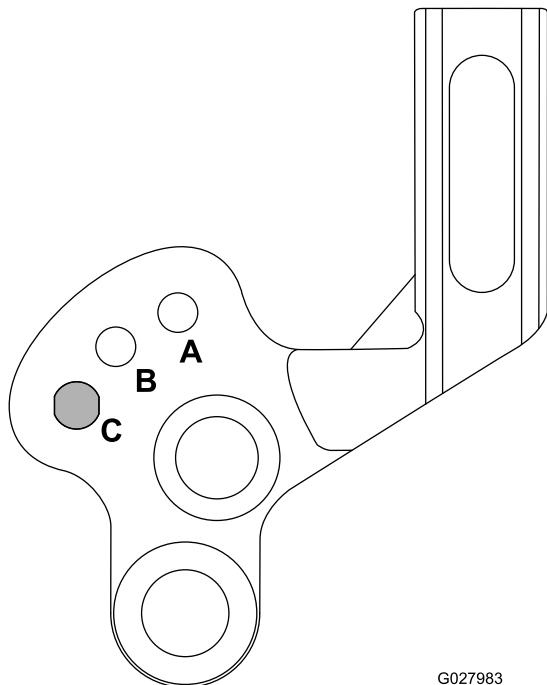

Bild 20
- B. Drehen Sie die Arme nach oben oder unten in die A- oder B-Position (Bild 20).
Wenn Sie ohne Groomer mähen möchten oder die Maschine transportieren müssen, heben Sie die Grommingspindel in die angehobene Transportstellung ein, wie in Bild 20 abgebildet.